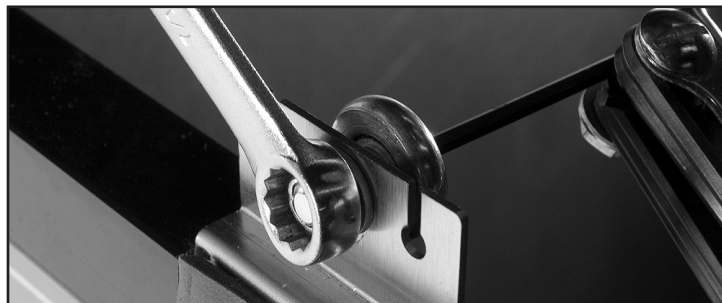

Fig. 1: Ajuste o rolete.
2. Com uma chave de boca 7/16 pol. ou uma chave inglesa e uma chave Allen de 1/8 pol., solte o rolete e mova-o pelo furo com ranhuras. Depois de fazer o ajuste, aperte o rolete no lugar. Veja a Fig. 1.